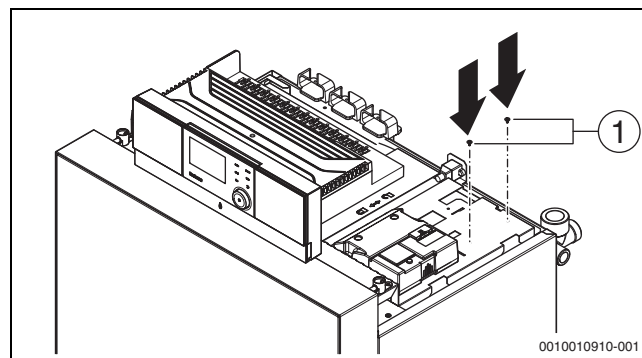

Bild 44 Schrauben eindrehen
- ▶ Zwei Schrauben bis auf 1,5 mm in den Modulträger schrauben (→Bild 44, [1]).